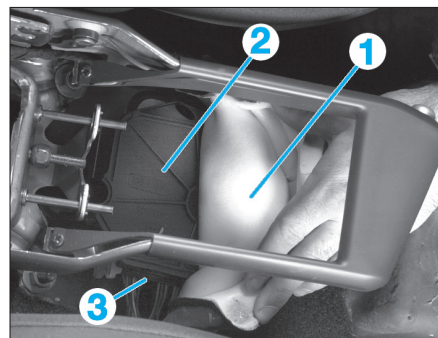

FIG. 16
- Soulever partiellement la garniture (1) de plancher pour atteindre le calculateur d'airbag (Fig.16).
- Déposer le couvercle (2) de protection du calculateur.
- Débrancher le connecteur du calculateur (3).